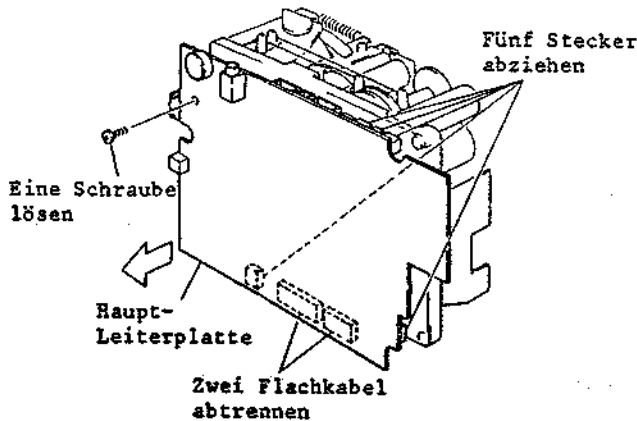

Abb. 2-39 Ausbau des Bandlaufwerks
8. Fünf (5) Stecker (CN415, CN416, CN603, CN903, CN2) und zwei (2) Flachkabel (CN551, CN901) (siehe Abb. 2-39).
9. Eine (1) Schraube lösen und die Haupt-Leiterplatte mit der Luminanz/Chroma-Leiterplatte in Pfeilrichtung abnehmen.